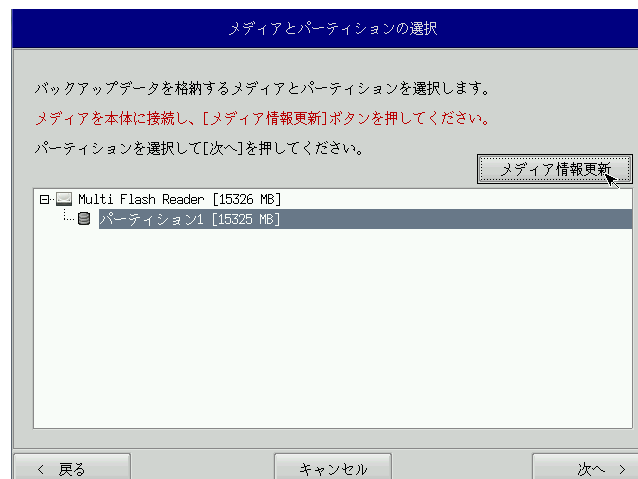

図 5-4-1. メディアとパーティション選択画面
- ⑤ メディアとパーティション選択画面 (図 5-4-1) が表示されます。本体にメディアを接続し、[メディア情報更新]ボタンを押してください。バックアップファイルを保存するメディアのパーティションを選択し、[次へ]ボタンを押します。